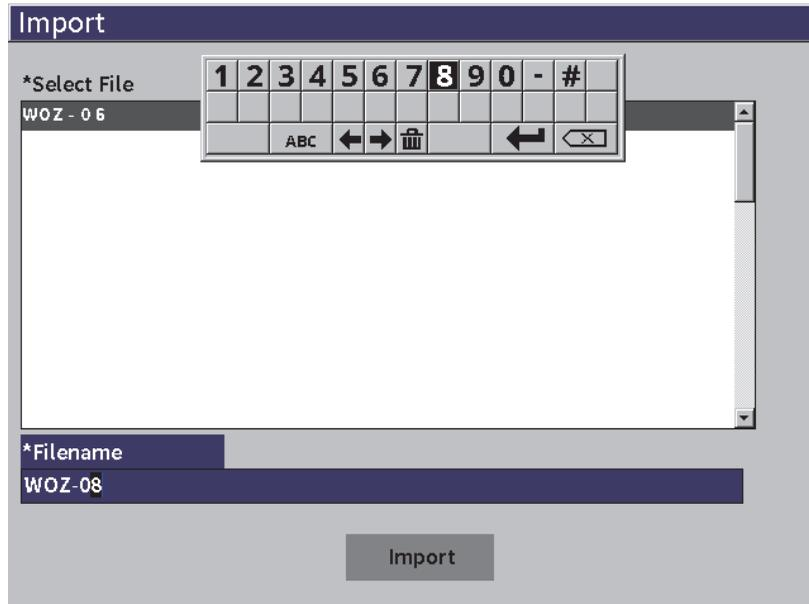

図 9-33 インポート（ビデオファイル）設定ページ
5. 選択したファイルを新しい名前でインポートするには、仮想キーボード、調整ノブ、および Enter キーを使用して、ファイル名（32 文字以内）を入力します（165 ページの図 9-33 参照）。